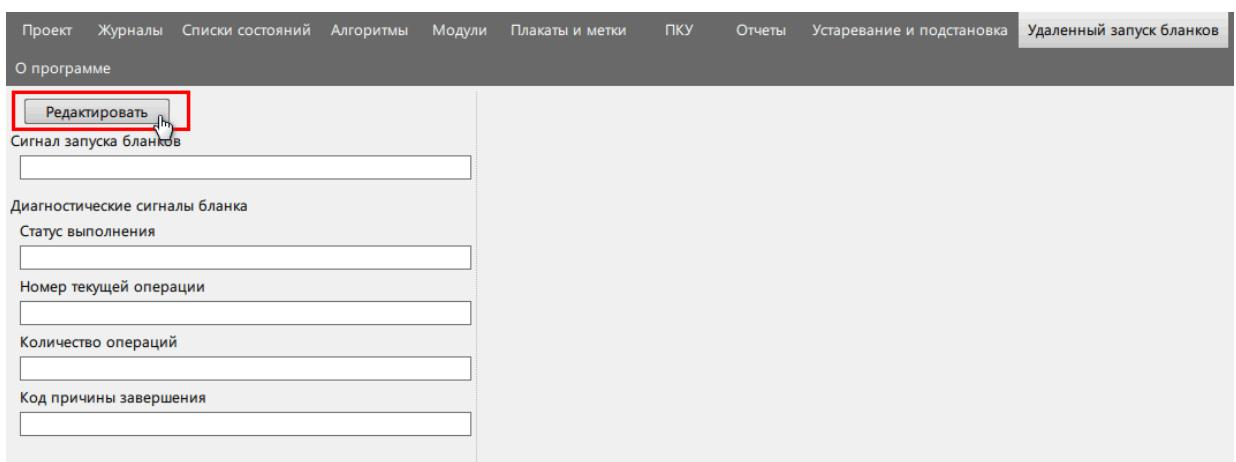

Рисунок 183 - Редактировать
9. Перейдите на вкладку **Удалённый запуск бланков** и нажмите **Редактировать** (Рисунок 183).